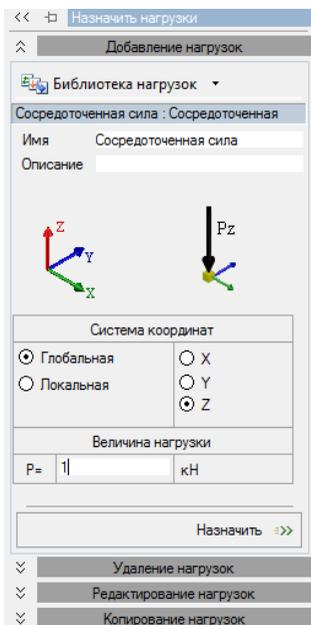
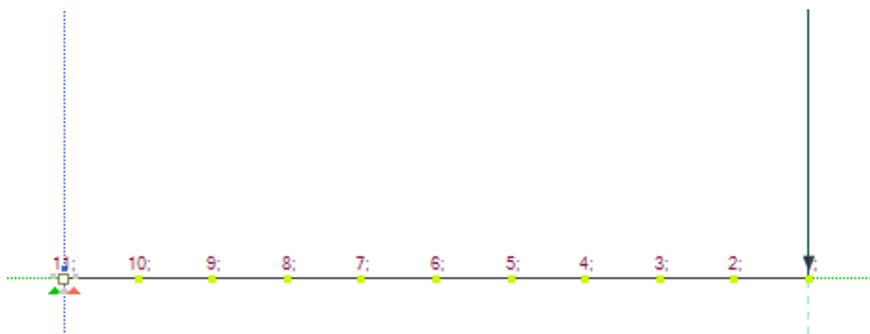

Рис. 36. Панель Назначить нагрузки
Рис. 37. Расчетная схема балки
- В панели активного режима Добавление нагрузок кликните на выпадающий список Библиотека нагрузок ► Нагрузки на узел ► Сосредоточенная сила (по умолчанию указана система координат Глобальная, направление — вдоль оси Z) (рис. 36).
- В панели **Сосредоточенная сила** задайте величину силы  $P = 1$  кН (рис. 36). Правый узел вновь станет белым, и на экране появится стрелка, изображающая сосредоточенную силу (рис. 37).